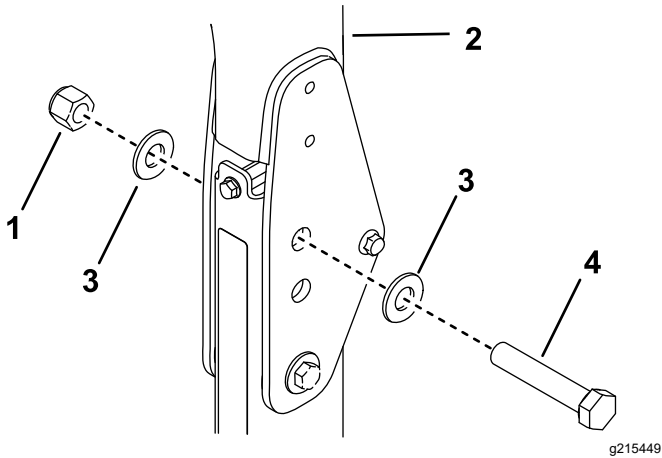

Figura 34
2. Coloque una arandela (13/16" x 1½") en cada perno (¾" x 4"), según se muestra en Figura 34.
3. En los taladros de donde se retiraron los pasadores, instale los pernos y las arandelas (Figura 34).
4. Coloque otra arandela sobre cada perno y sujételas con una tuerca (¾"), según se muestra en Figura 34.